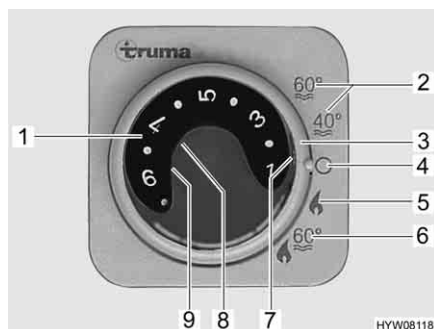

Fig. 119 Centralina di controllo per riscaldamento/boiler
- Impostare la modalità di funzionamento tramite l'interruttore girevole (Fig. 119,3).
A seconda della temperatura ambiente desiderata, il riscaldamento seleziona automaticamente il livello del bruciatore necessario. Al raggiungimento della temperatura ambiente desiderata, il bruciatore si spegne. Durante la modalità di funzionamento "Riscaldamento e boiler" (Fig. 119,6) è riscaldata anche l'acqua nel boiler. Nella modalità di funzionamento "Riscaldamento senza boiler" (Fig. 119,5) è possibile far funzionare il riscaldamento con il boiler vuoto.
- Impostare la manopola della temperatura (Fig. 119,1) sulla centralina di controllo scegliendo la potenza desiderata.
- Posizionare l'interruttore girevole (Fig. 119,3) su funzionamento invernale "Riscaldamento senza boiler" (Fig. 119,5) o "Riscaldamento e boiler" (Fig. 119,6).
Si accende la spia verde di controllo (Fig. 119,7).
- Posizionare l'interruttore girevole (Fig. 119,3) su "O" (Fig. 119,4).